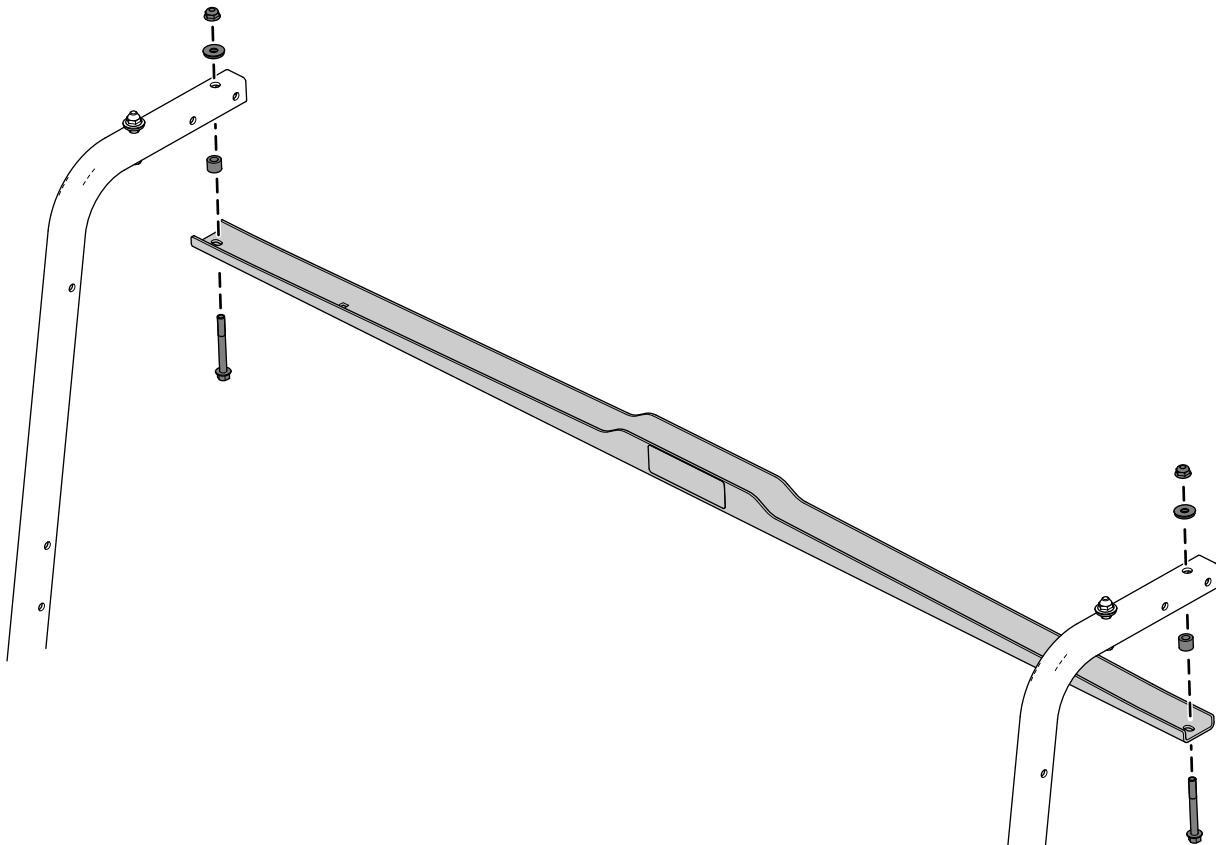

Figura 1
Remova o suporte de apoio da cobertura como se mostra na Figura 1.
3. Instale o suporte de apoio da cobertura utilizando as ferragens previamente removidas (Figura 1).